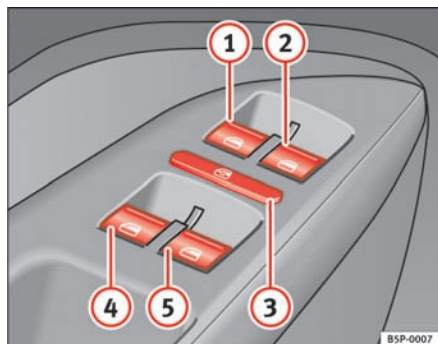

Fig. 69 Detalle de la puerta del conductor: mandos para las ventanillas delanteras y traseras
Las teclas ⇒ **página 111, fig. 69** ① y ② tienen dos posiciones para la apertura de las ventanillas y otras dos para el cierre. De este modo es más fácil controlar las operaciones de apertura y cierre.